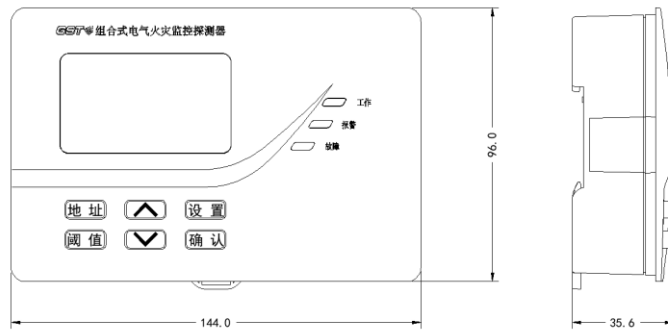

图2.15 探测器信号处理单元外形示意图
2.3.1 探测器信号处理单元外形示意图如图 2.15 所示。